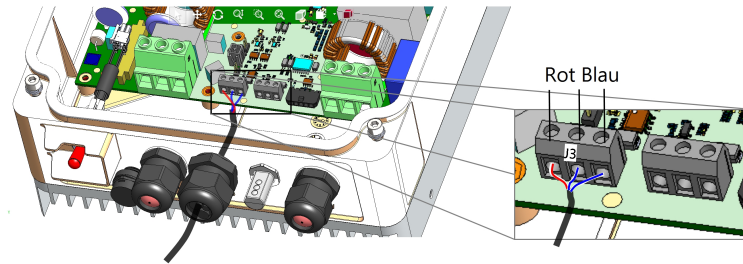

Abbildung 5: Anschluss des Sensorkabels an das Smart Energy-Warmwassergerät
5. Schließen Sie das andere Ende des Sensorkabels an den Smart Energy Warmwasser-Controller an (siehe *Abbildung 5*):
Stellen Sie sicher, dass die verwendete Stiftleiste zum Steckverbinder passt (*Abbildung 5*):